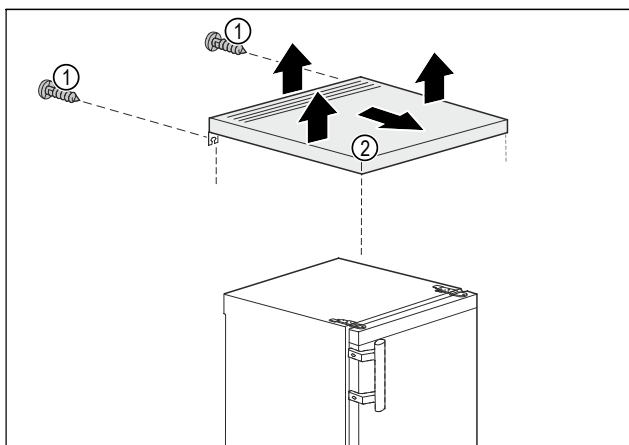

Fig. 3
- Extraiga los tornillos Fig. 3 (1) de la parte posterior.
- Levante el tablero Fig. 3 (2) por la parte posterior.
- Empuje el tablero Fig. 3 (2) hacia adelante.
- Retire el tablero Fig. 3 (2) levantándolo.
- Se ha retirado el tablero Fig. 3 (2).